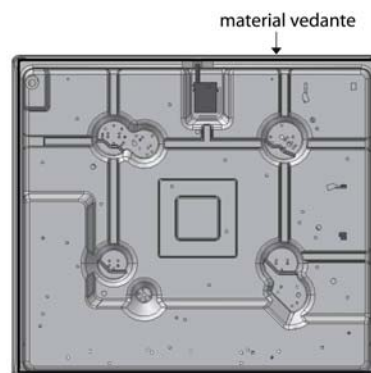

Fig. 5
3. Volte a placa ao contrário e coloque o material vedante em torno da aresta interna (Fig. 5).